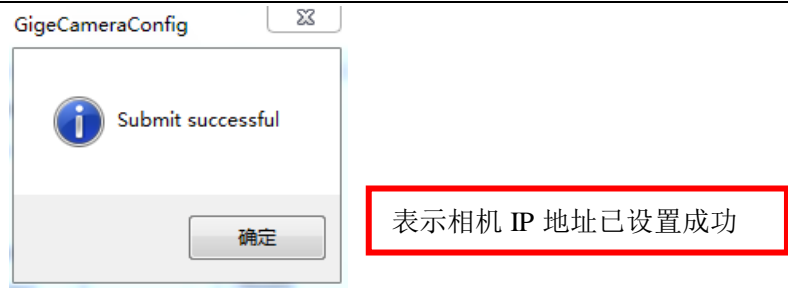

图 4-7
- IP 设置好后点击“Submit”按钮，如果 IP 修改成功会弹出如图 4-7 提示。